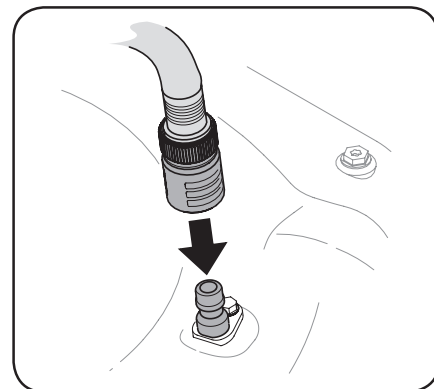

Figure 4-2
3. Fixez le boyau d'arrosage avec l'embout sur le gicleur situé sur le plateau de coupe. Voir Figure 4-2.